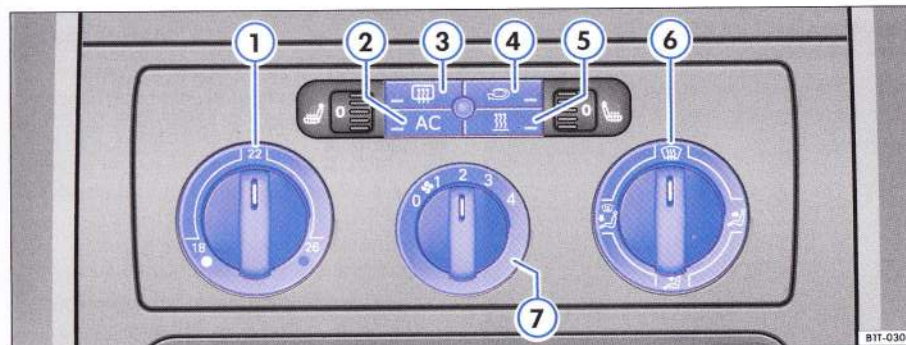

Fig. 109 În consola centrală: Elementele de comandă ale Climatic.
– Apăsați tasta → fig. 109 ④, pentru a activa sau dezactiva recircularea aerului. Funcția este activată când în tastă se aprinde un bec.